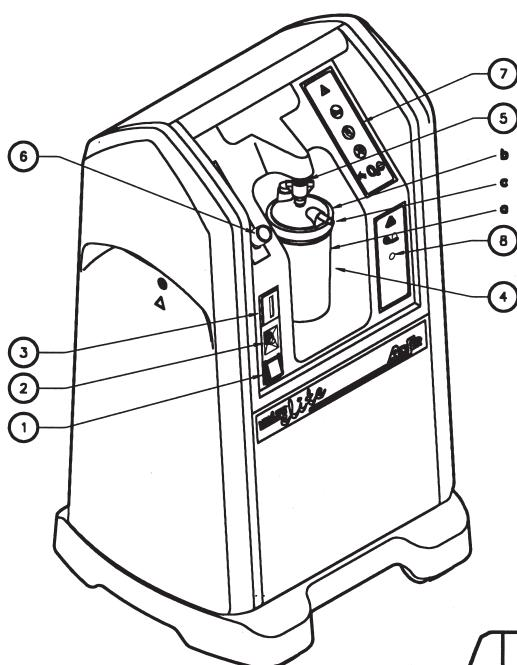

Fig. I.1
I. 1. Face avant (Fig. I. 1) .....	2-FR
### I. 1. Face avant (Fig. I. 1)